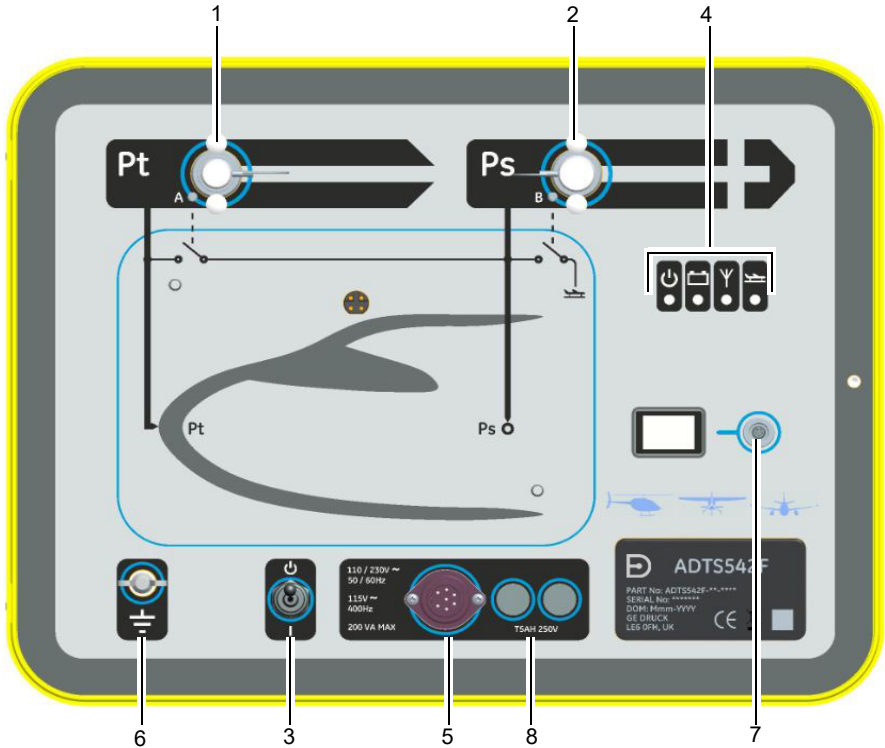

Figura 6: Panel frontal del ADTS542F
Los dos fusibles de alta capacidad de ruptura (8) (consulte la Figura 6), situados en los portafusibles y montados en el panel frontal, protegen la unidad. Los fusibles están conectados en el circuito de alimentación activo y neutro y tienen las siguientes características: T5AH 250 V
3.1 Prueba de encendido (consulte la Figura 6)